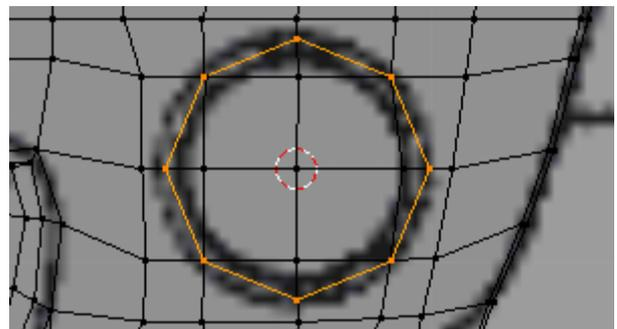

Figura 4.203
6. Na janela Front Ortho, após ter centrado o cursor 3D, **[Shift]+[S] > Cursor to Selected**, insira uma malha Circle com 8 vértices, **[Shift]+[A] > Circle** e altere o parâmetro **vertices** no painel do último operador da tabela de operadores para **8**, rode a malha circle sobre yy, **[R] > [Y]**, e escale-a à dimensão do farol, **[S]**, figura 4.203.
7. Na janela Front Ortho, faça deslizar os contornos/arestas pertinentes de modo a intersectarem aproximadamente os vértices do octógono, **[Ctrl]+[E] > 9**, figura 4.203.